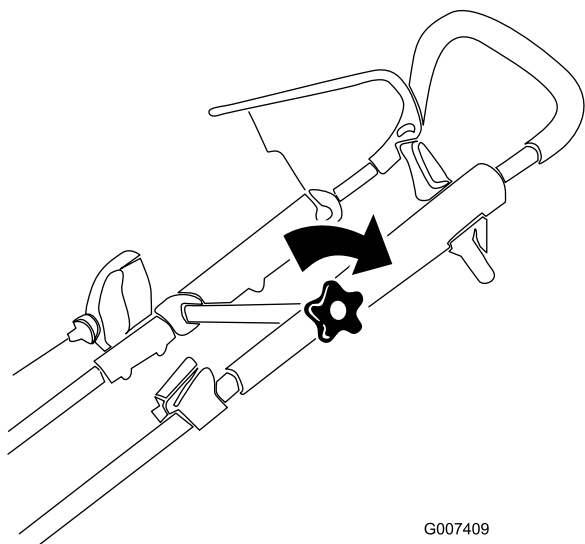

Figure 5
3. Placez la partie supérieure du guidon à la position voulue et serrez solidement le bouton du guidon (modèle 20996 uniquement) (Figure 5).